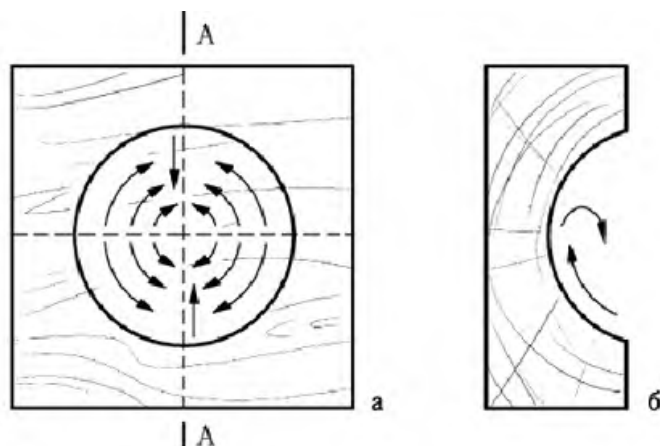

Рисунок 13 - Выполнение резьбы вогнутой выемки на пласти заготовки первым способом (стрелками показано направление движения инструмента)
1) первый способ (рисунок 13) - резьбу выполняют от линии разметки, направляя ее параллельно расположению волокон в древесине заготовки, и ведут до вертикальной линии, которая проходит через центр. При этом место встречи режут в направлении центра по вертикальной линии (на рисунке указано стрелкой);